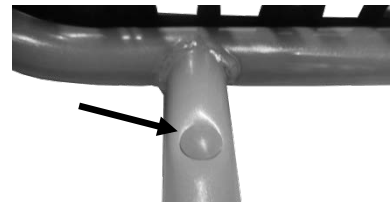

Figure 11 : Bouchons de fermeture
- Fermez les trous arrière dans les tuyaux du support de lampe avec les bouchons de fermeture (figure 11).